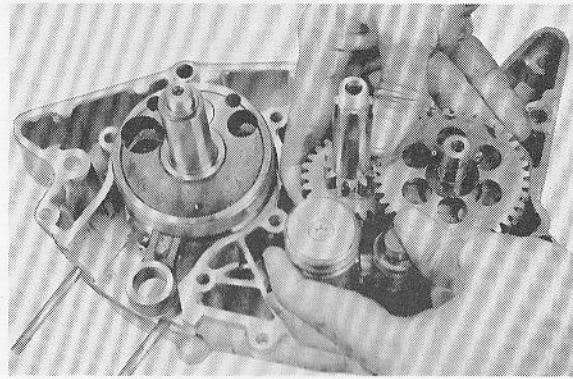

Fig. 3-4-4
1. Paying particular attention to the parts illustration, assemble the transmission shafts, shift cam, and shift forks and guide bars in your hand. INSTALL CLUTCH PUSH ROD IN LEFT END OF MAIN AXLE. (Fig. 3-4-4)
2. Install the assembly into the left case half. Tap into place with soft hammer until all shafts are fully seated. (Fig. 3-4-4)
1. Faire particulièrement attention aux pièces illustrées, assembler les arbres de transmission, le barillet, et les fourches ainsi que les tiges de guidage à la main. INSTALLER LA TIGE POUSSOIR D'EMBRAYAGE A GAUCHE DE L'AXE PRINCIPAL. (Fig. 3-4-4)
2. Installer l'assemblage dans la moitié de carter gauche. Taper en place avec un maillet jusqu'à ce que les arbres soient bien posés en place. (Fig. 3-4-4)